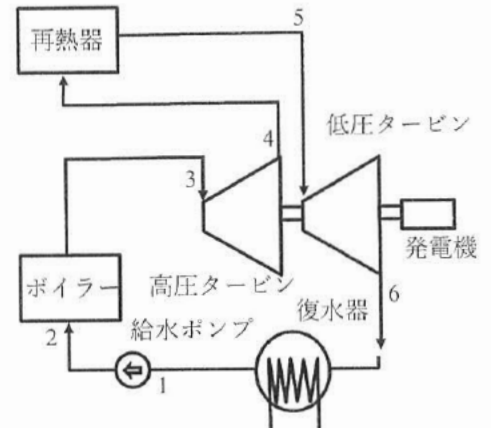

図3 再熱ランキンサイクル
図3のような、タービンを2段使用し途中で再加熱工程を導入した理想的な再熱ランキンサイクルについて考える。作動媒体は水とし、10 MPa、600 °Cで高压タービンに蒸気が導入される。高压タービンで0.8 MPaの過熱蒸気まで膨張させた後、定圧条件で500 °Cまで再熱させる。復水器温度は25 °C、ポンプ仕事は無視することとし、以下の問いに答えなさい。ただし、下記の3つの表の物性値を用い、必要に応じて線形補間による内挿を行うこと。また、数値で答える場合は有効数字3桁で答えなさい。
- 問1 この再熱ランキンサイクルの $T-s$ (温度-比エントロピー) 線図、および $p-v$ (圧力-比体積) 線図を描き、サイクルの動作方向および図3中の状態1~6に対応する点を表示しなさい。また、両線図には飽和液線、乾き飽和蒸気線の概略も併記しなさい。